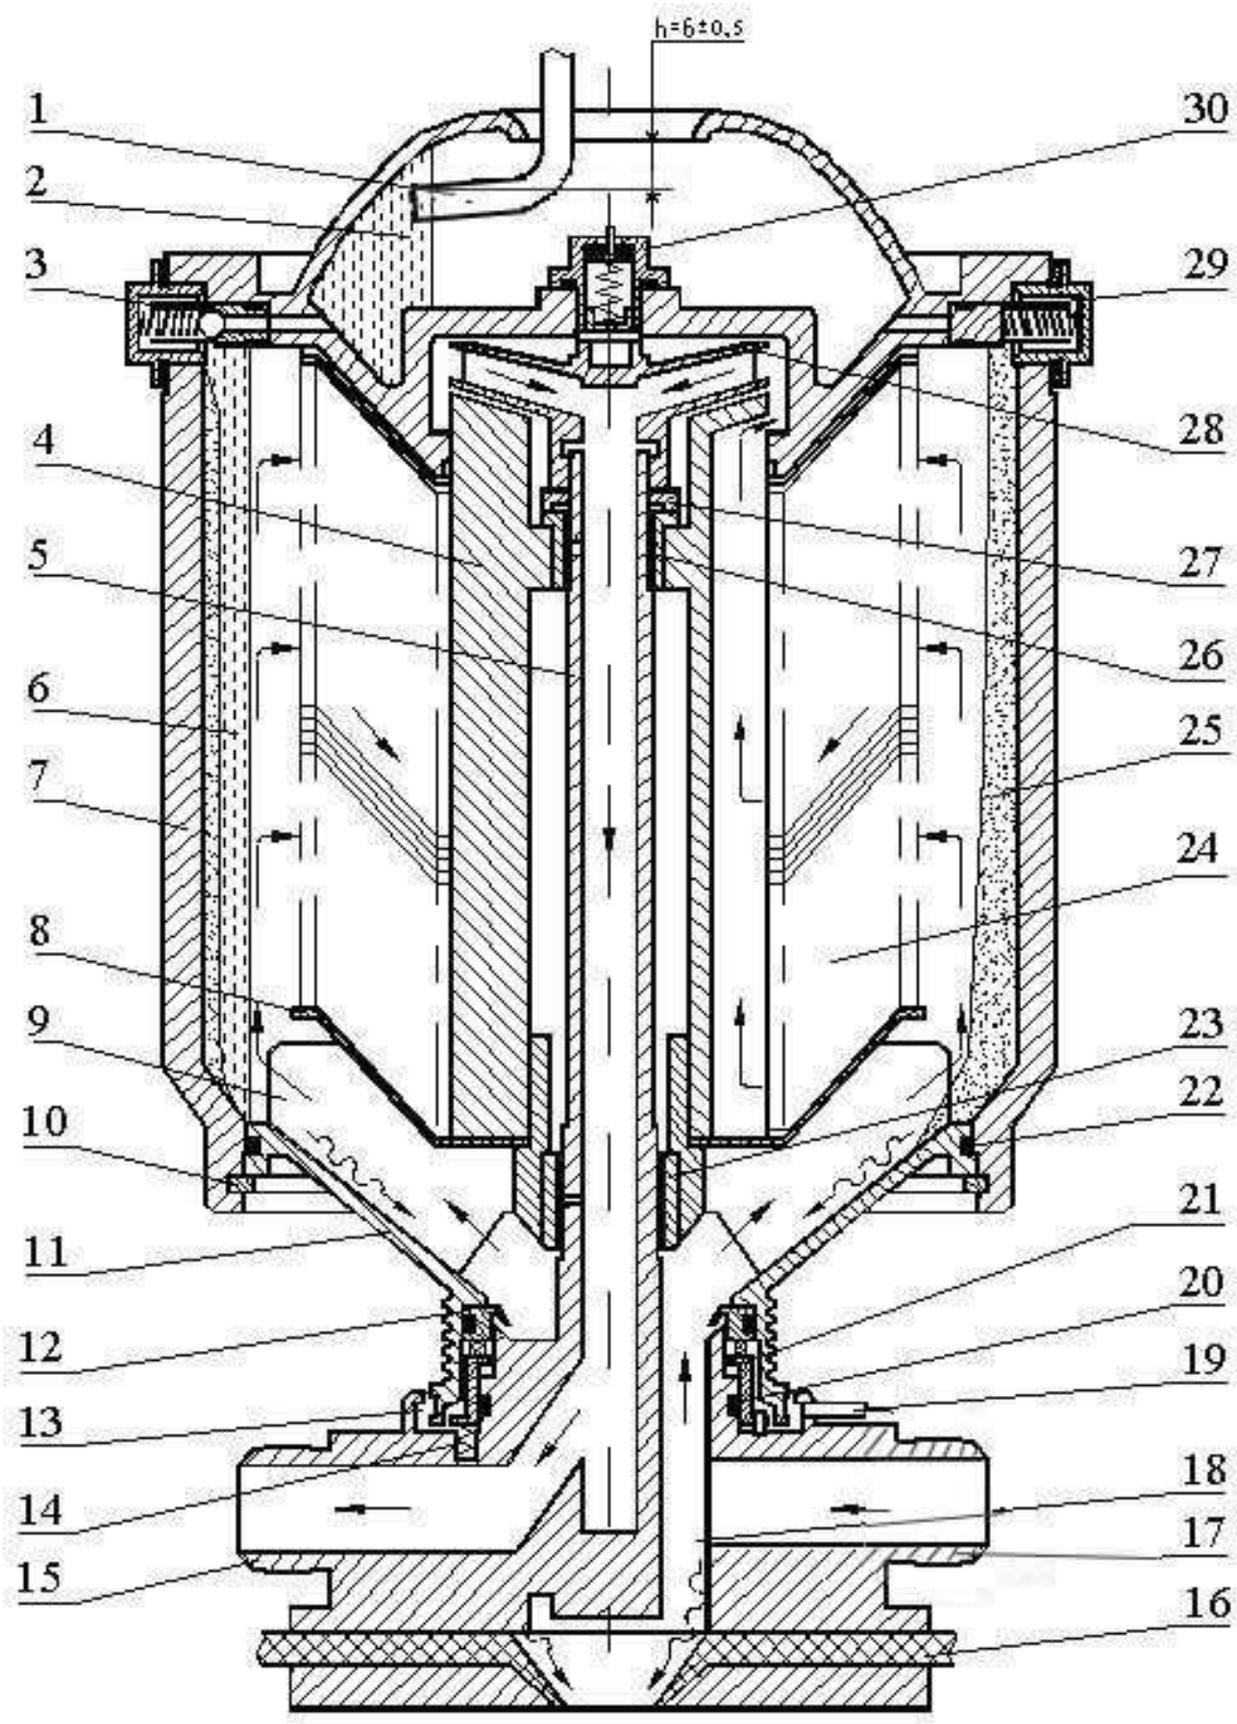

Рис. 4.2
4.2.1. Центрифуга состоит из двух частей - неподвижной и вращающейся (ротора). Неподвижная часть состоит из основания центрифуги с входным 17 (рис.4.2) и выходным 15 штуцерами, полый ось 5, по которой отводится очищенная жидкость, и напорного диска 28. Между осью и основанием имеются каналы 18 для прохода жидкости. Основание крепится к резиновой мембране 16, которая, в свою очередь, крепится к корпусу станда. Основание центрифуги через отверстие в мембране 16 сообщается с грязеотстойником станда.